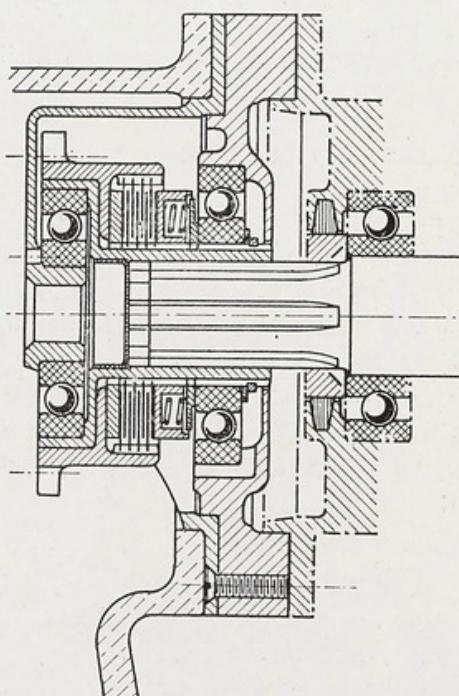

Fig. 2. — Entraînement de la génératrice
- Un limiteur de couple supporté par deux roulements à billes et constitué par un empilage de disques à frottement, maintenus en contact par des ressorts (fig. 2);
**Nota.** — Le limiteur de couple, normalement prévu pour l'entraînement d'une génératrice de 1.200 watts, comporte huit ressorts (fig. 2).